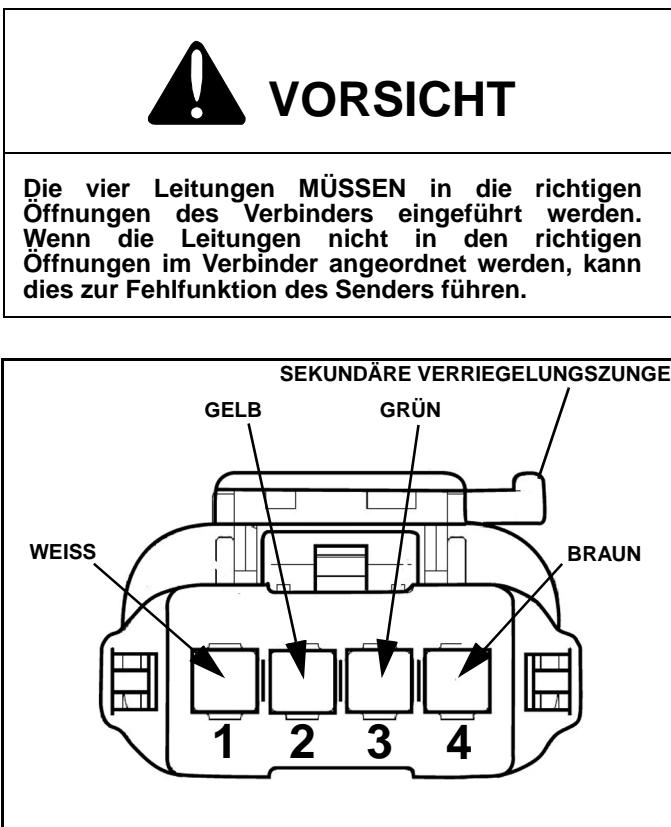

Abb. 1-5
14. Entfernen Sie die blaue Steckerstiftarretierung aus der Buchse. Drücken Sie die Steckerstifte am Ende jeder der vier Leitungen in die Rückseite der Buchse (das Ende mit der eingelassenen hellblauen Dichtung). (Siehe Abb. 1-5 für die Steckerstiftbelegung).